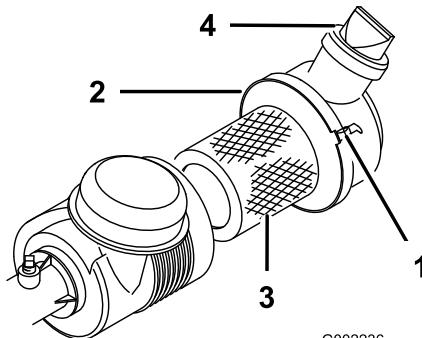

図 38
エアクリーナ本体にリーク原因となる傷がないか点検してください。本体とカバーがしっかりと密着しているのを確認してください。破損したボディーは交換してください。また、使用ごとにバルブ(図 38)をひねって、ゴミを落としてください。フィルタの定期整備間隔は100運転時間です。
3. ストラップをゆるめてカバーとボディー(図 38)を分離する。
7. ストラップを固定する(図 38)。
4. カバーを取り付け、バルブを下にしてストラップで固定する（図 38）。